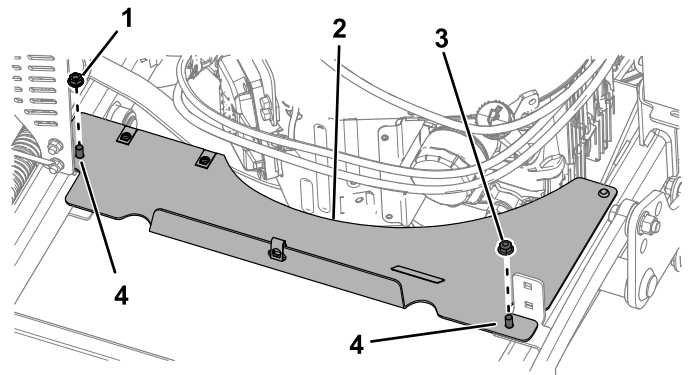

Bild 32
1. Montieren Sie die hintere Schutzverlängerung, wie in Bild 32 dargestellt. Ziehen Sie die Mutter auf ein Drehmoment von 20-24 Nm an.